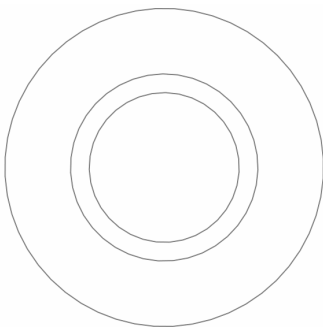

图 2-24 打开素材模型
(1) 单击常用工具栏中的【打开】按钮, 打开一幅素材模型, 如图 2-24 所示。